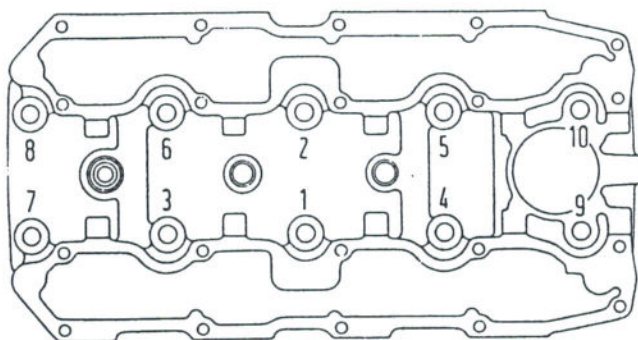

Bild 36
- Gleichmässig die zehn Zylinderkopfschrauben, in umgekehrter Reihenfolge wie in Bild 36 gezeigt, lösen und danach zusammen mit den Unterlegscheiben entfernen.